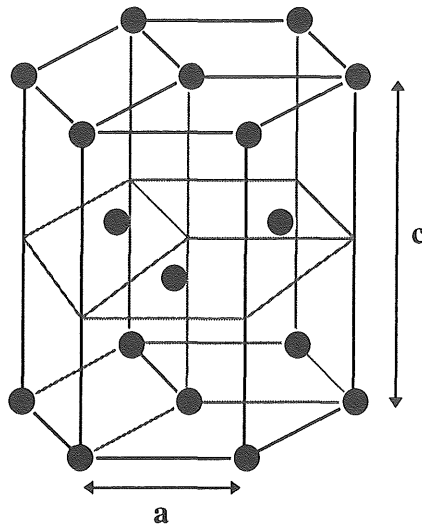

Figure 1 : représentation d'une maille cristalline de magnésium : système hexagonal
Le magnésium cristallise dans le système hexagonal. Le schéma d'une maille est proposé en représentation éclatée sur la figure 1. Les paramètres de cette maille sont notés a et c .
Il s'agit là d'une représentation purement conventionnelle de ce type de réseau, car la notion de maille élémentaire interdit de considérer un tel prisme à base hexagonale régulière comme élément de référence. La maille hexagonale représentée sur la figure 1 présente trois mailles de référence.
- Représenter, en vue de dessus, la maille hexagonale de la figure 1 et préciser la séquence d'empilement.
- Quel est le nombre d'entités présentes dans la maille hexagonale représentée sur la figure 1 ? Justifier.
- Exprimer, en fonction de a , le volume V de la maille hexagonale représentée sur la figure 1.